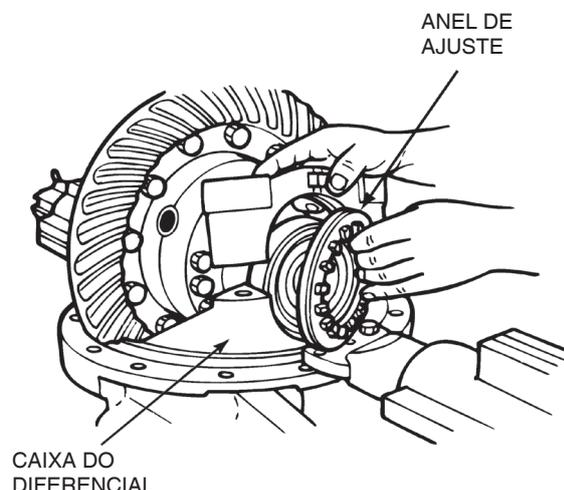

Figura 5.33
7. Instale os anéis de ajuste dos rolamentos nas capas dos mancais. Aperte manualmente os anéis de ajuste contra as capas dos rolamentos. Figura 5.33